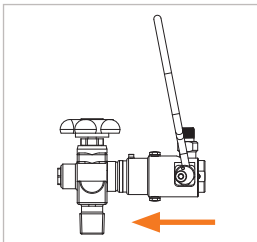

Abbildung 3
- ▶ Stecken Sie den Adapter gerade und locker, bis zum merkbaren Dichtungskontakt in das Flaschenventil ein (Abbildung 3). Dadurch wird eine Beschädigung der Frontdichtung durch eventuell scharfe Kanten am Flaschenventil vorgebeugt und das richtige Anschließen gewährleistet.